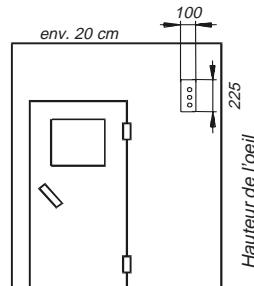

Fig. 2
- La commande est partiellement encastrée dans la paroi de la cabine. Il est ainsi nécessaire de pratiquer une ouverture rectangulaire de 225 x 100 (hauteur x largeur) dans les planches profilées Fig.2). Il est souhaitable que la partie supérieure de la cabine soit dotée d'un conduit destiné aux câbles de raccordement et de connexion.